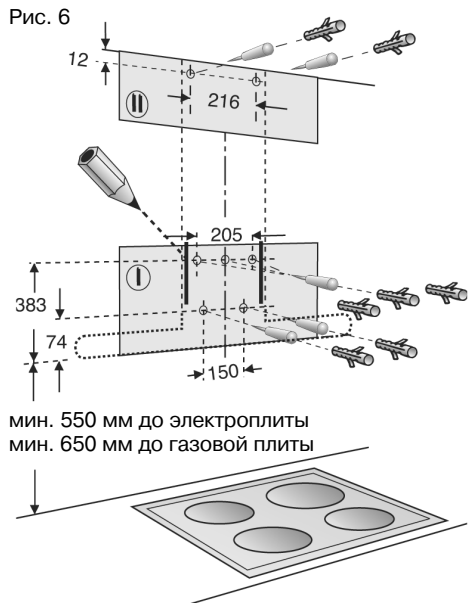

Рис. 7
4. Присоедините скобу крепления обшивки с помощью двух винтов с шестигранной головкой (рис. 7).
5. Ввинтите средний винт (с полукруглой головкой без шайбы) примерно на 5 мм для помощи в сборке с целью крепления арматуры вытяжки (рис. 7).
7. Подвесьте вытяжку на винт, установленный в стене (рис. 7).